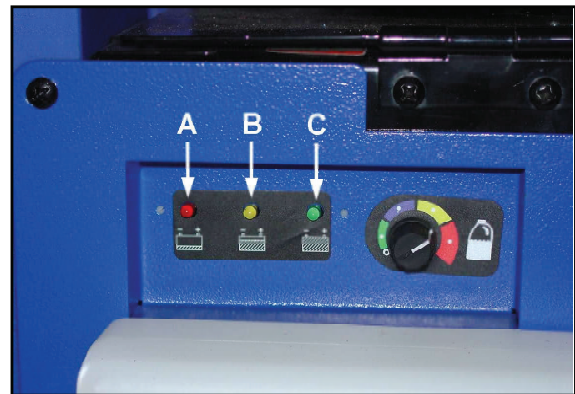
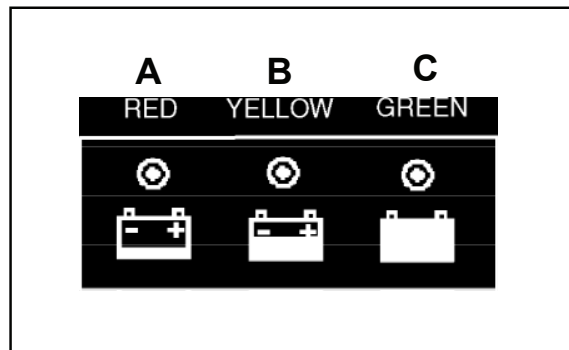

Abbildung 5
Abbildung 6
4. Beobachten Sie die Anzeigelampe, um sicherzustellen, dass der Ladevorgang begonnen hat (siehe Abbildung 5, A – rot, B – gelb, C – grün). Für Farbanzeigen siehe Abbildung 6.
2. Beobachten Sie die Anzeigelampe, um sicherzustellen, dass der Ladevorgang begonnen hat (siehe Abbildung 5, A – rot, B – gelb, C – grün). Für Farbanzeigen siehe Abbildung 6.